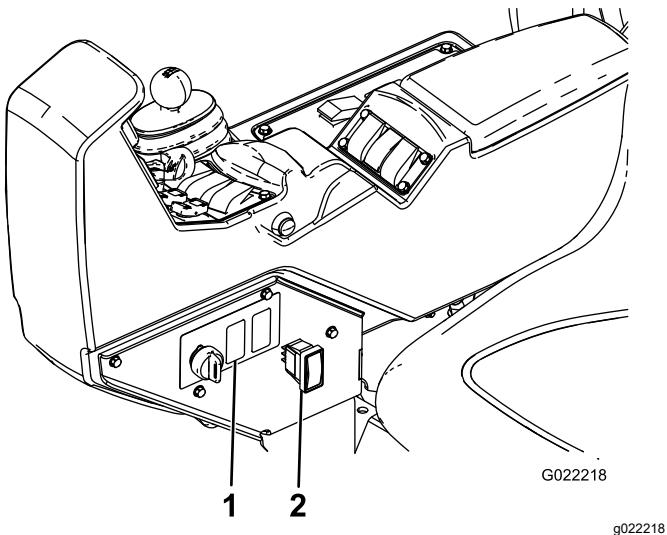

Figura 29
- Individuate il tappo in cui installare l'interruttore del serbatoio di lavaggio sul lato sinistro della consolle (Figura 29).
- Rimuovete il tappo dal lato della consolle (Figura 29).
- Attraverso l'apertura nella consolle, collegate il connettore a 8 pin dell'interruttore a bilanciere a 3 posizioni al connettore a 8 prese del serbatoio di lavaggio (Figura 29).